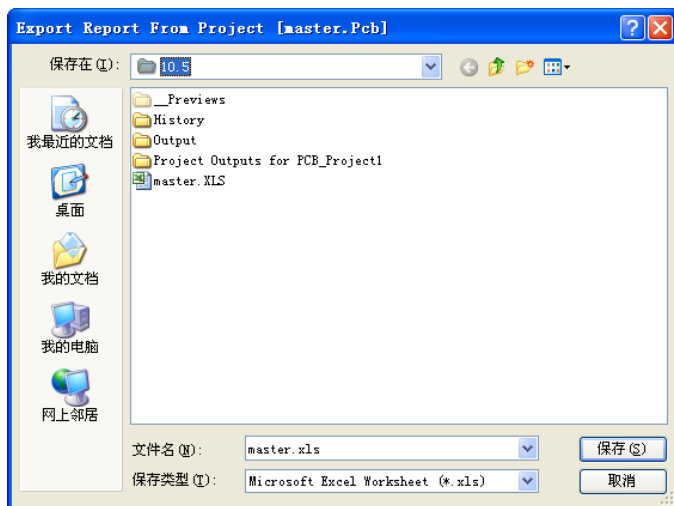

图 10-37 “Export Report from Project”对话框
Step4 单击“输出”按钮，弹出如图 10-37 所示的“Export Report from Project（从项目中输出报表）”对话框，将报告导出为一个其他文件格式后保存。